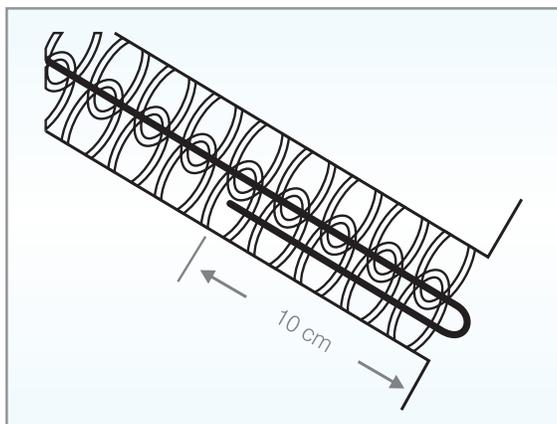

Figura 5: Retorno do cabo da emenda
- 7 O retorno do cabo da emenda será feito após o fechamento de toda a emenda. Para isso, corte o cabo 10 cm a mais que a lateral da tela e coloque esta ponta do cabo novamente na emenda, fazendo a costura com a lateral. A figura 5 mostra o retorno correto do cabo da emenda.